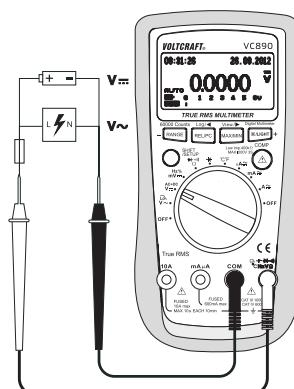

Fig. 2
2. Insérez le cordon de mesure rouge dans la douille de mesure °CHzVΩ (7), le cordon de mesure noir dans la douille de mesure COM (8) (Fig. 2).